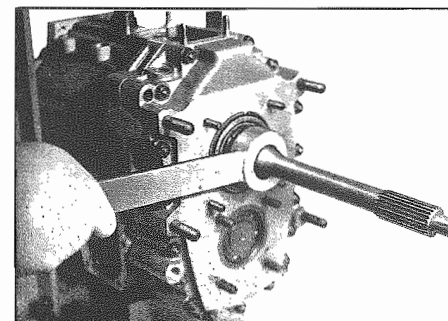

Fig. 11 - Svitare la ghiera dall'albero
- Svitare la ghiera (204) dall'albero presa diretta con la chiave per ghiera n. 6 (Fig. 11).
- Loosen slot nut (204) on input shaft with slot nut wrench 6. (Fig. 11).